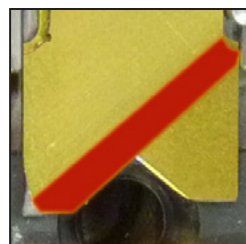

Figure 8.2 Position de montage de la lame à dénuder
- ▶ Retirer les vis (1).
- ▶ Remplacer la lame à dénuder (2).
- ▶ Assembler chaque paire de lames de manière à ce que les bords biseautés soient tournés vers l'extérieur (voir Figure 8.2).